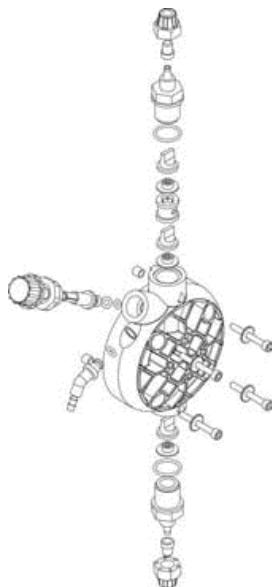

Fig. 10
- 3) **Eliminer le liquide à l'intérieur de la tête de la pompe, notamment en la démontant (retirer les 4 vis) (fig. 10). Puis remonter la tête.**
- 3) Eliminer le liquide à l'intérieur de la tête de la pompe, notamment en la démontant (retirer les 4 vis) (fig. 10).
Pour effectuer cette opération, si l'appareil n'est pas fixé à l'installation, le faire pulser la pompe pendant quelques secondes (15/30) en la tenant la tête en bas et sans les tubes reliés aux raccords, si ce n'est pas possible, démonter et remonter la tête de la pompe (fig. 10), par les quatre vis de fixation.